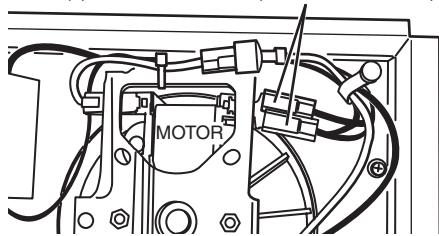

FIG. 10 - 120VAC TO 240VAC CONVERSION
2. **120 VAC to 240 VAC Conversion (FIGS. 10 & 11)**
2. **Conversión de 120 VCA a 240 VCA (FIGS. 10 y 11)**